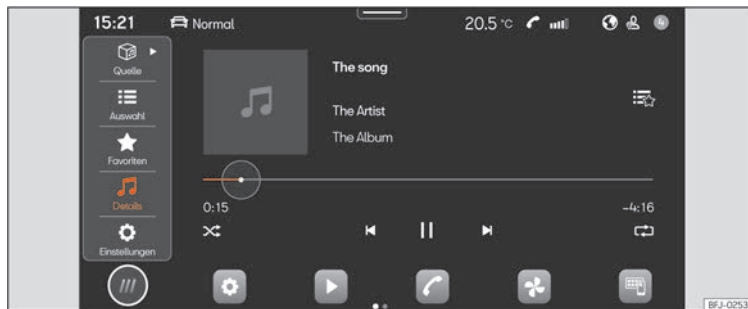

Abb. 161 Schematische Darstellung: Ansicht Medien.
- Drücken Sie **HOME > ► ► ►** [Abb. 161].